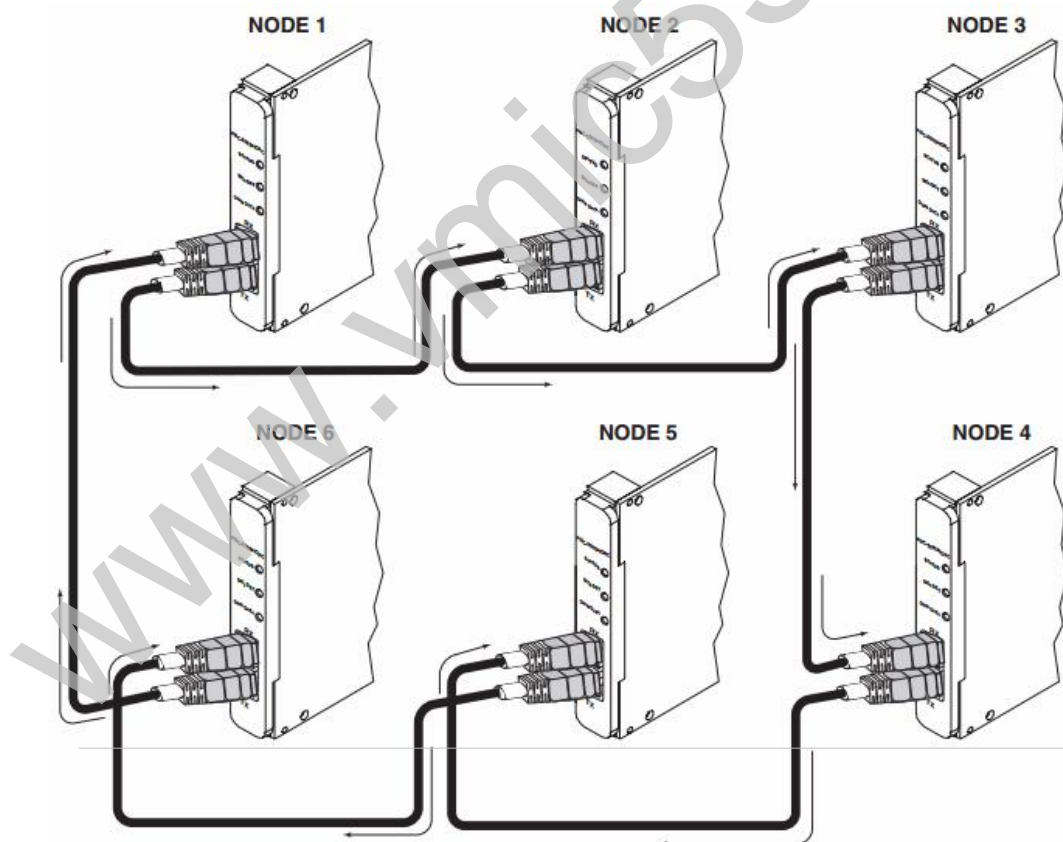

图 3：反射内存卡光纤连接方法
2.2 硬件安装时先将机箱断电，打开机箱盖，将板卡插入 PCI 槽位后，拧紧固定螺丝，安装时必须使对准 PCI 槽位插入。如有多块板卡，重复上述动作。完成后连接 LC 光纤线。由于是采用菊花链连接，连接光纤线的原则是：板卡 TX 连接下一块板卡的 RX。如图 3 所示：